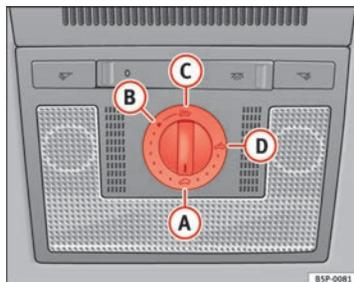

Fig. 70 Pormenor do revestimento interior do tecto de abrir / deflector
- Rode o comando para a posição **A** ⇒ Fig. 70 ⇒ ⚠.